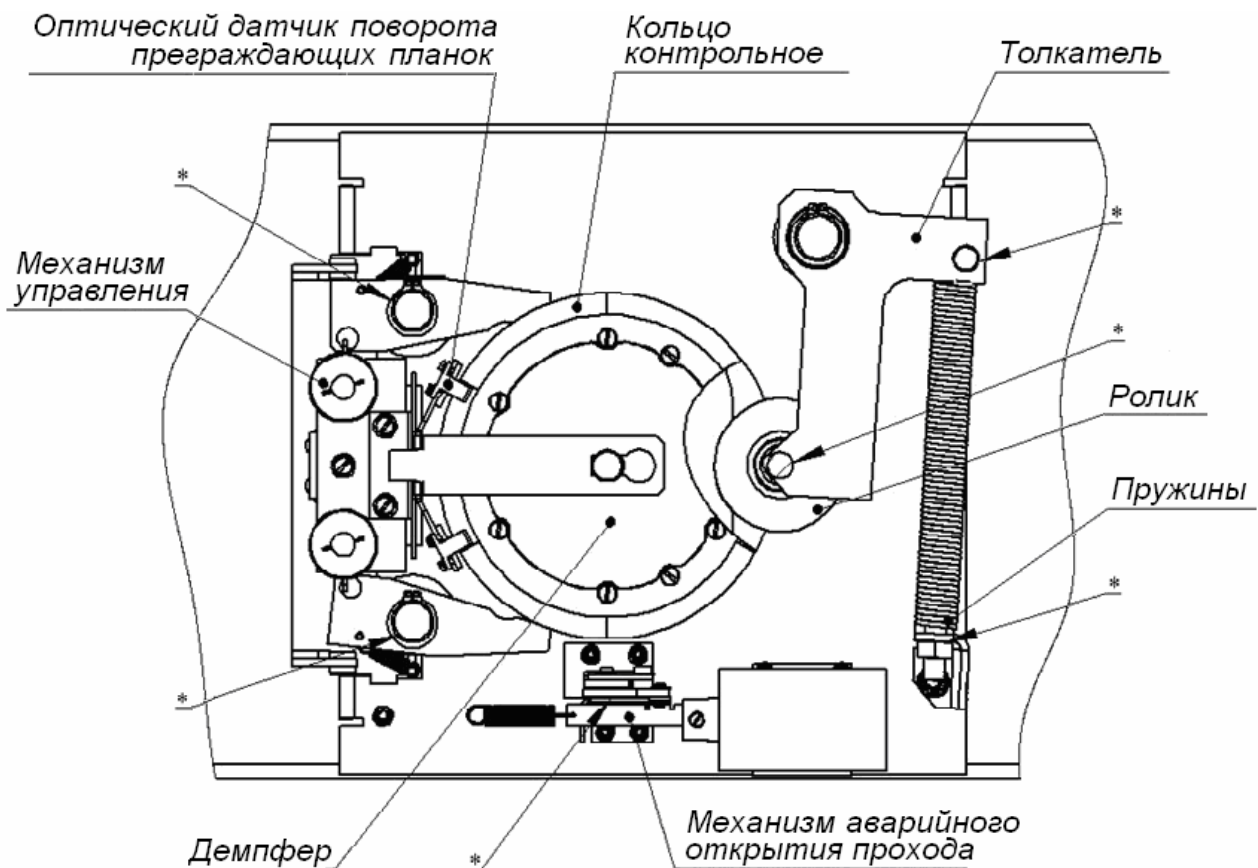

Рисунок 10 Расположение внутренних деталей и узлов механизма турникета (на рисунке звездочкой * обозначены места смазки.)
2. Снимите крышку (3) в порядке, указанном в разд. 6.
4. Осмотрите устройство доворота (толкатель, пружины и ролик), оптические датчики поворота преграждающих планок и демпфирующее устройство (см. рис. 10).
- 6.2. отверстия в деталях крепления пружин, по две - три капли масла в каждое место смазки (места смазки указаны на рис. 10).